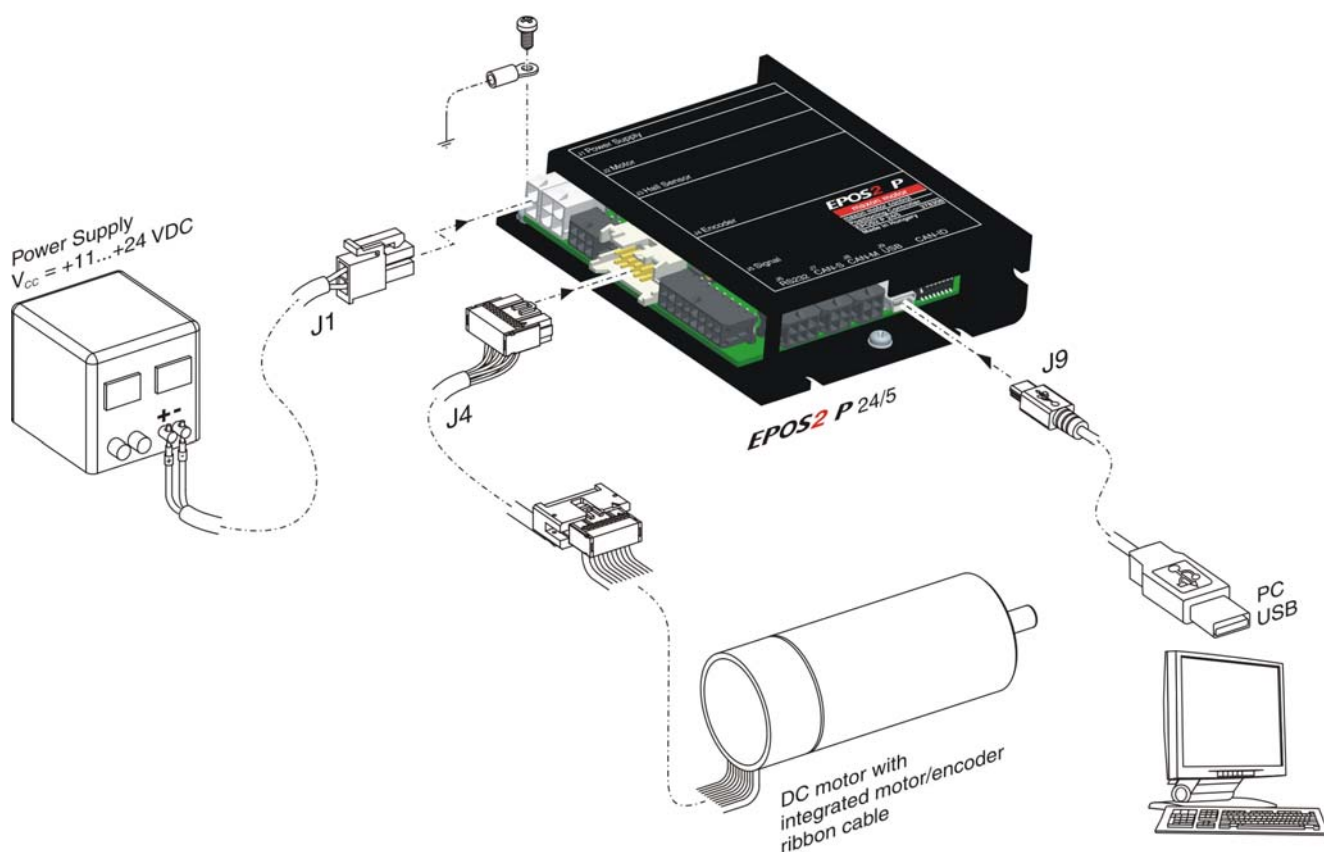

図 3-6
- 2) 下表および下図をご参考に配線作業を行って下さい。(→ 表 3-7 および 図 3-6)